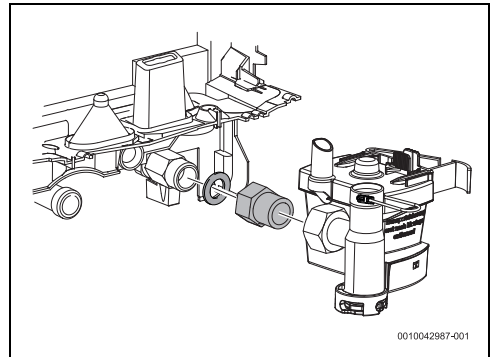

Bild 28 Zusätzliche Buchse
- ▶ Zusätzliche Buchse anbringen, um die ordnungsgemäße Installation des Wassersicherheitssystem zu ermöglichen (Bild 28).